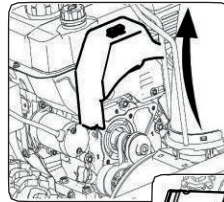

Рисунок 21
**ВНИМАНИЕ:** Слейте бензин из снегоуборочной машины или установите пластиковую защиту над топливной пробкой. См. Рисунок 21.